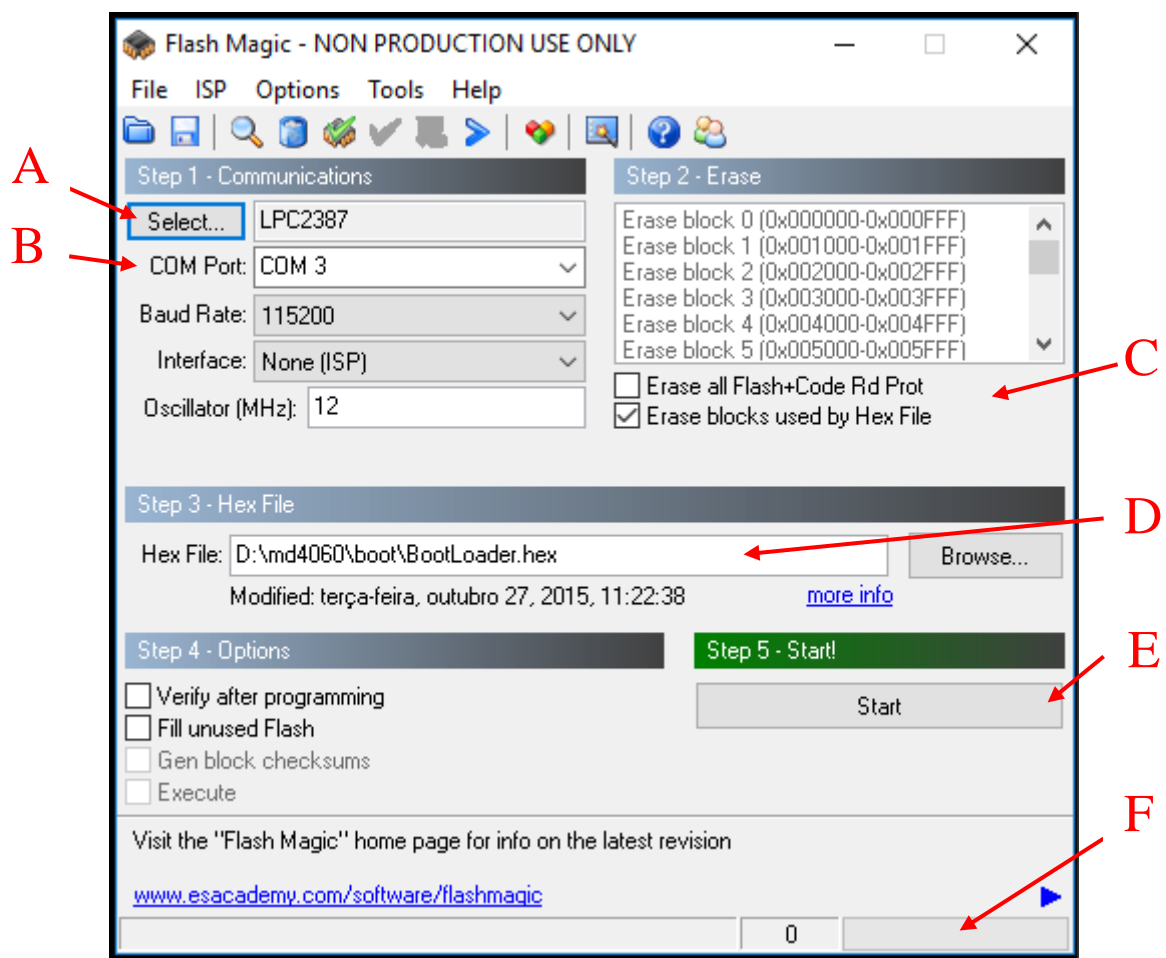

Figura 1 - Tela Principal do Flash Magic
- O computador (PC).
4) O software para gravação é o FLASH MAGIC. Execute-o em MODO ADMINISTRADOR e verifique se não está bloqueado por Antivírus e Firewall. A Figura 1 mostra a janela principal do FLASH MAGIC.